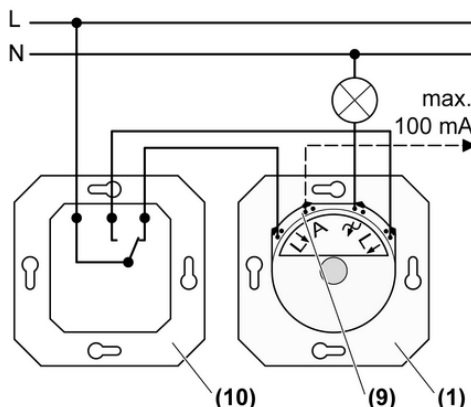

Рис. 3: Переключение на два направления
- (2) Диммер
- (9) Управляющий выход **A**
- (10) Выключатель/переключатель
Подключите диммер (1) и переключатель (10) в соответствии со схемой (Рис. 3).